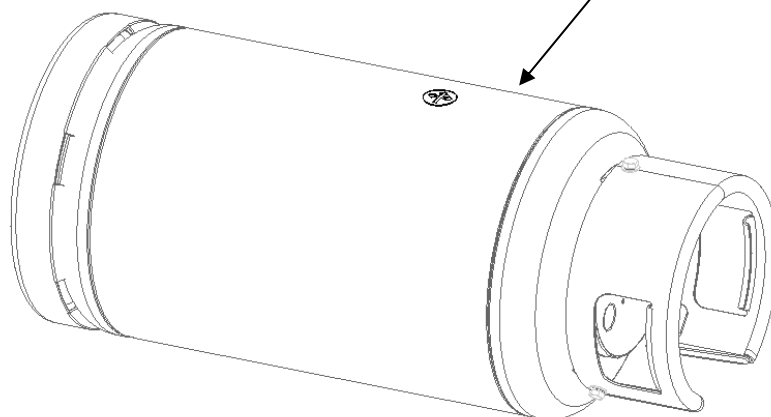

Figure 6. Position horizontale de la bouteille – vue de l'autocollant blanc avec une croix apposé sur le dessus de la bouteille
- Un autocollant en forme de croix blanche est apposé sur le dessus de la bouteille qui est utilisé pour positionner la bouteille horizontalement comme indiqué dans la figure 6.